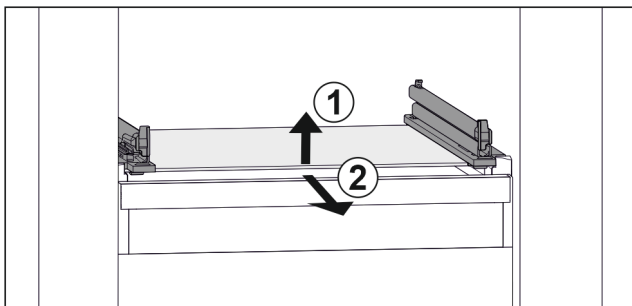

Fig. 59 Reprezentare exemplificativă a plăcii de sticlă
- Ridicați placa de sticlă din față. Fig. 59 (1)
- Extrageți placa de sticlă spre înainte. Fig. 59 (2)